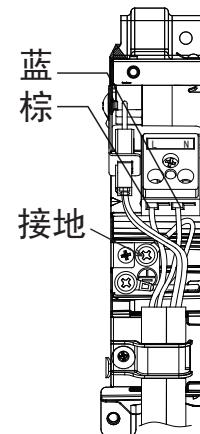

图15
- 将连接电缆如下图将头部弯折，并分别按不同颜色的线牢固的固定到接线盖板相对应的位置，紧固力矩（5kgf·cm）。（如图15）